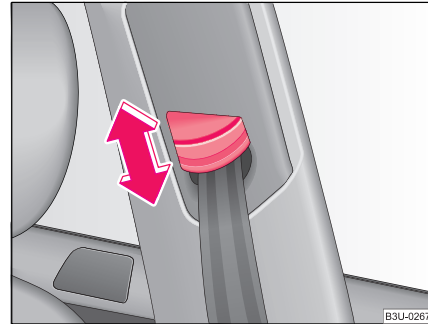

Fig. 125 Scaunul din față: Reglarea pe înălțime a centurii de siguranță
- Apăsați cursorul și mișcați-l în sus sau în jos, pentru a regla centura ⇒ Fig. 125.